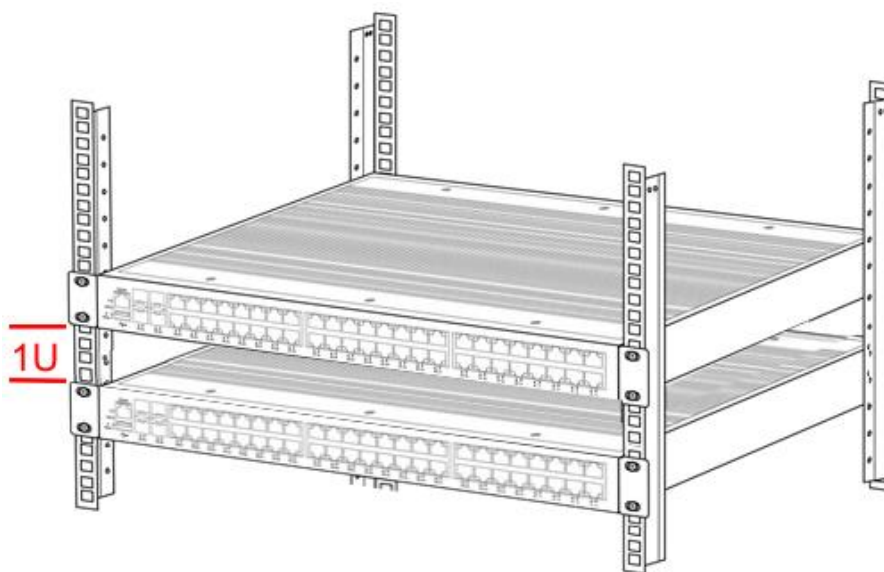

Рисунок 3
4. Установите переключатель на стойку с помощью винтов (Рисунок 3).